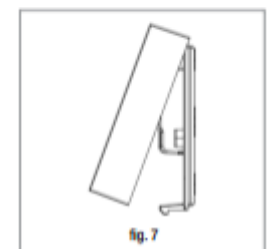

fig. 7
15. Verificare il corretto posizionamento delle batterie (fig.2) e fissare Clima Manager al muro (fig.7).